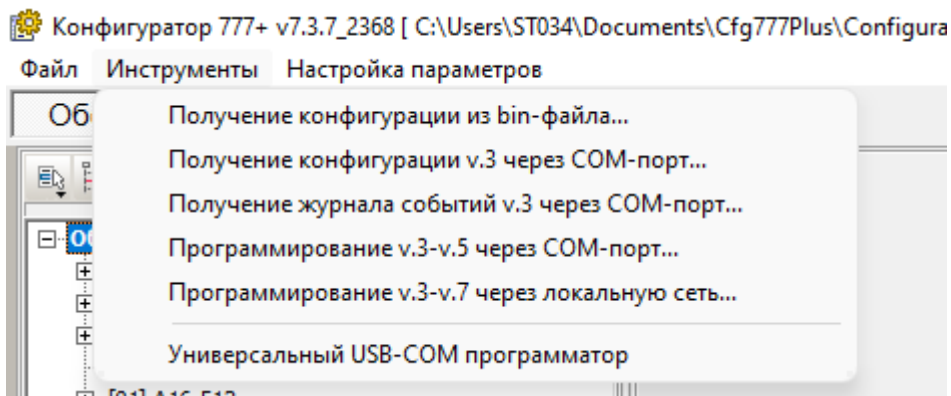

Рис.23
4). Через меню инструменты вызвать функцию «Универсальный USB-COM программатор» (см. рисунок 23).